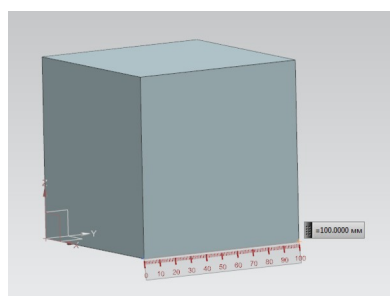

Рис.78
- Для примера выполните измерение *Расстояния* (рис.78).